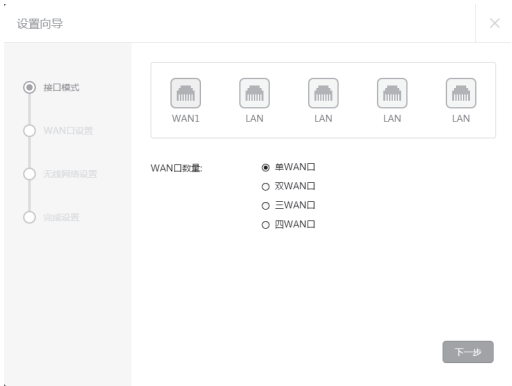

图4-3 接口模式设置
- 6. 请进行接口模式设置，如图4-3所示。选择WAN口数量，并单击“下一步”，分别对每一个WAN口进行设置。